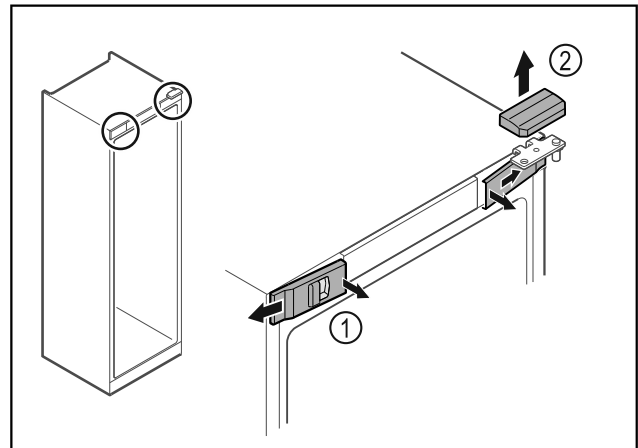

Fig. 12
- Paina etummaisat suojukset Fig. 12 (1) sisäpuolelta irti ja ota ne sivukautta pois.
- Ota ylempi suojuus Fig. 12 (2) yläkautta pois.